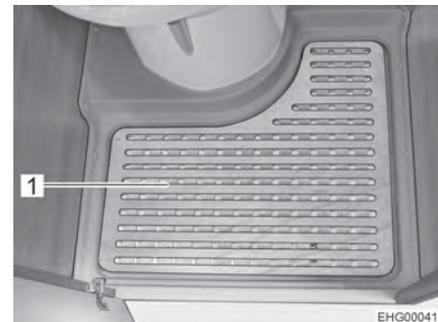

Fig. 114 Piastra del pavimento rimovibile
- Rimuovere la piastra del pavimento (Fig. 114,1) per utilizzare la doccia.